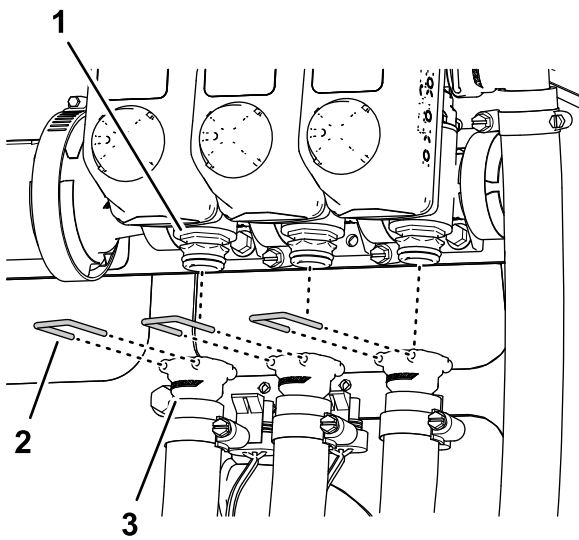

Figura 37
6. Retire las horquillas de retención que sujetan los acoplamientos rápidos de las mangueras de suministro izquierda, central y derecha de los acoplamientos rápidos de las válvulas de sección (Figura 37).
7. Retire las mangueras de suministro de las secciones izquierda, central y derecha de los acoplamientos rápidos de las válvulas de sección de fumigación, y retire las mangueras de la máquina (Figura 37).